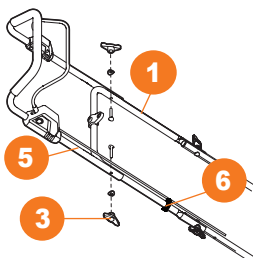

Рис. 3
- Установите верхнюю рукоятку ❺, совместив отверстия верхней и средней рукояток. Закрепите её с помощью болтов, шайб и барашковых гаек ❹ (Рис. 3).
- Закрепите электрический провод на рукоятке при помощи держателя кабеля ❻ (Рис. 3).